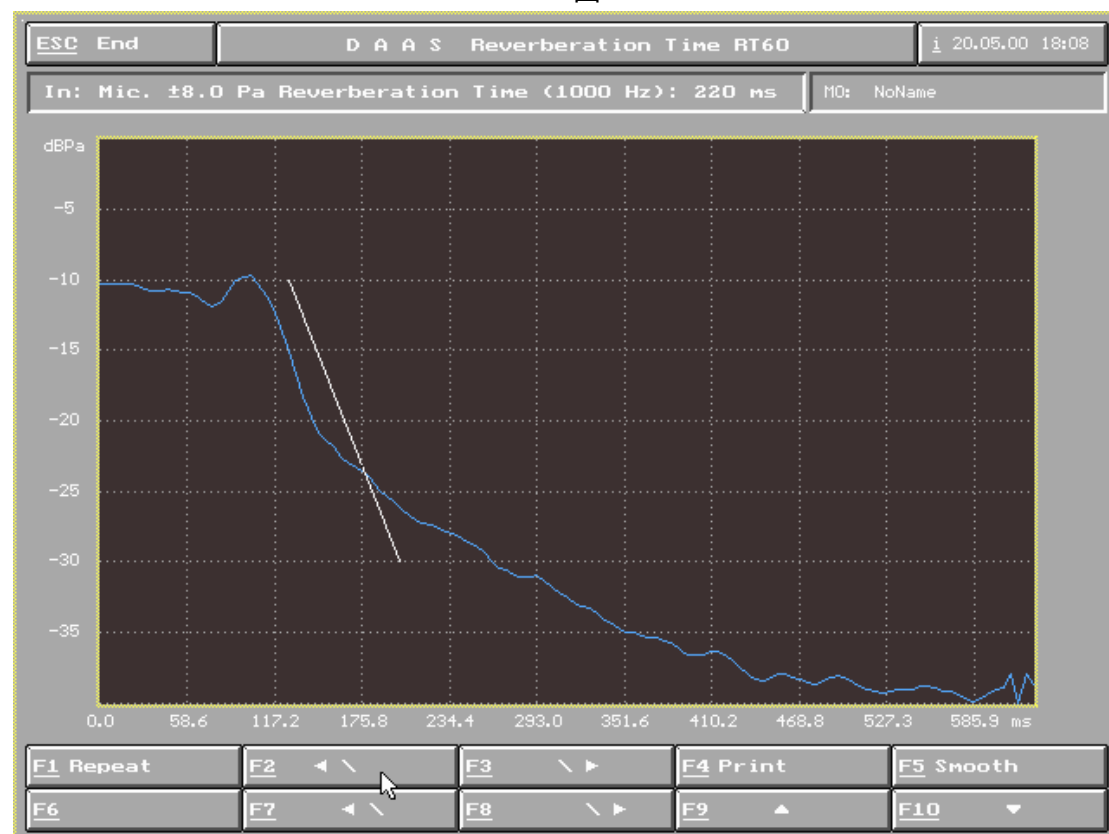

图 42
- 3) 得出图 42 所示界面，调整白色比较线与衰减曲线上最陡的一般平行即可得出频率延时时间。